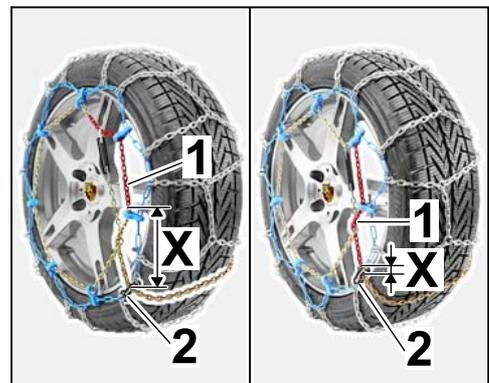

Figura 12
- La zona marcada en rojo de la cadena tensora debe pasar completamente a través de la ranura de la placa de cierre. En función del tamaño del neumático, la distancia de la zona marcada en rojo hasta la ranura de la placa de cierre (medida X ⇒ Figura 12 -X-) puede variar.